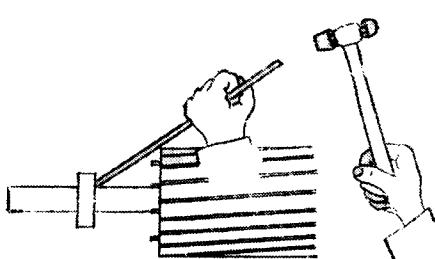

图 1-14 敲打拆卸轴承
(2) 用铜棒拆卸 将铜棒对准轴承内圈,用锤子敲打铜棒,把轴承敲出,如图1-14所示。用此法时要注意,在轴承内圈上相对两侧轮流敲打,反复进行,不可偏敲一边,用力也不能过猛。千万不要用锤子直接敲打轴承。